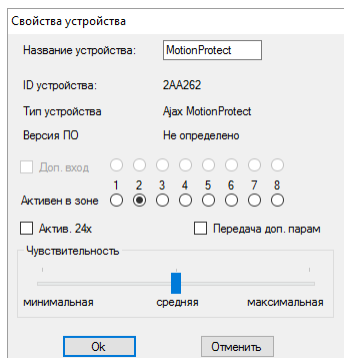

РИС. 5. Меню свойств датчика позволяет приписать его к зоне
4.3. Если датчик оказался ошибочно прописан в другой зоне, выберите курсором название датчика и правым кликом мыши вызовите контекстное меню, найдите пункт «Свойства». Появляется окно настроек, позволяющее переименовать зону для датчика (РИС. 5). Меню свойств датчика также можно вызвать, нажав в дереве «Радиоустройства» соответствующую кнопку напротив датчика в общем списке датчиков.
При подключении дополнительного проводного датчика на выносную клемму беспроводного датчика, в свойствах последнего должен быть активирован чекбокс «Доп. вход» и выбрана зона для проводного датчика (РИС. 5). Если датчик (например, затопления) рассчитан на круглосуточную работу, активируйте в свойствах чекбокс «Актив. 24х». Не стоит размещать 24-х часовые и обычные датчики в одной зоне! При необходимости, отрегулируйте чувствительность датчика.